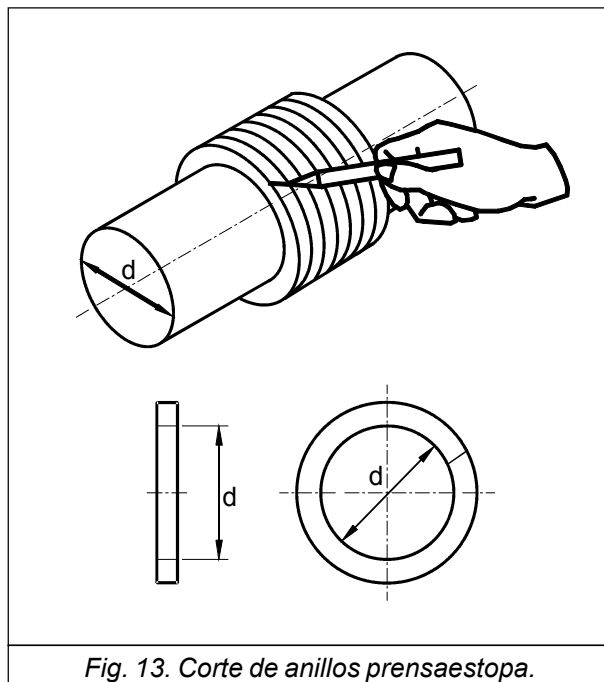

Fig. 13. Corte de anillos prensaestopa.
5. Corte los anillos de empaquetaduras de acuerdo al diámetro del eje enrollando la trenza de empaque alrededor del eje de la bomba sin tensionarlo (Ver Fig. 13).
6. Coloque los anillos de empaque dentro de la caja prensaestopa. Use para empujar e introducir los empaques, la bocina prensaestopas (236). Teniendo cuenta que las uniones de los extremos de los empaques (742) deben ir colocandose firmemente a 90° uno del otro. Instale sólo la cantidad necesaria de anillos de empaque para que la bocina prensaestopa quede ubicada exactamente sobre la perforación de ingreso de agua.